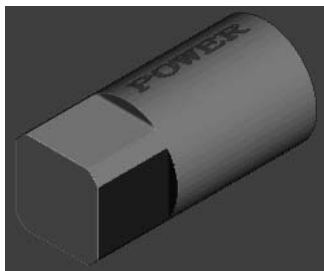

图 4-127 仿真加工结果
2) 在“仿真”工具栏的“当前刀具路径”下拉列表中选择要模拟的刀具路径 finish6，然后单击“执行”按钮，系统开始自动仿真加工，仿真加工结果如图 4-127 所示。